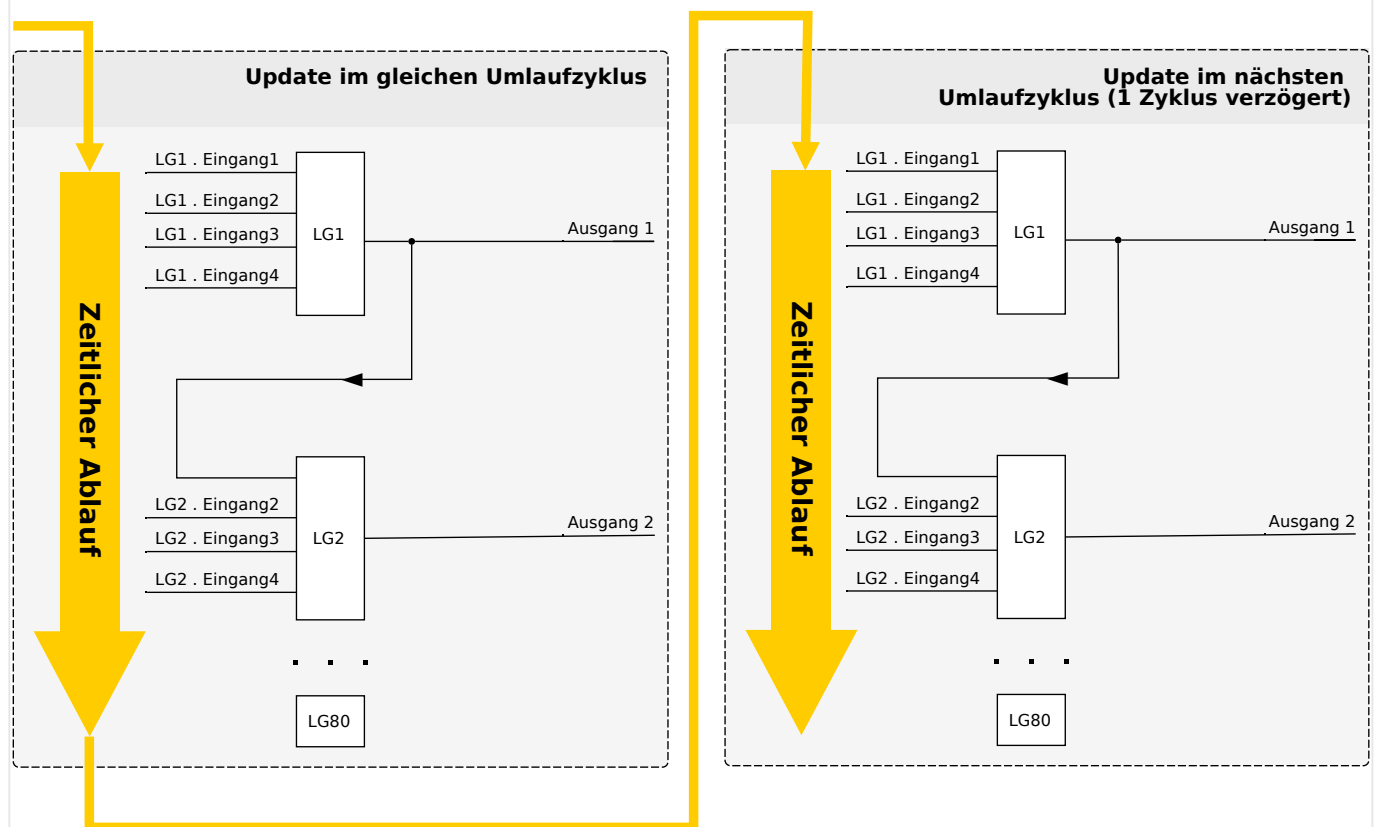
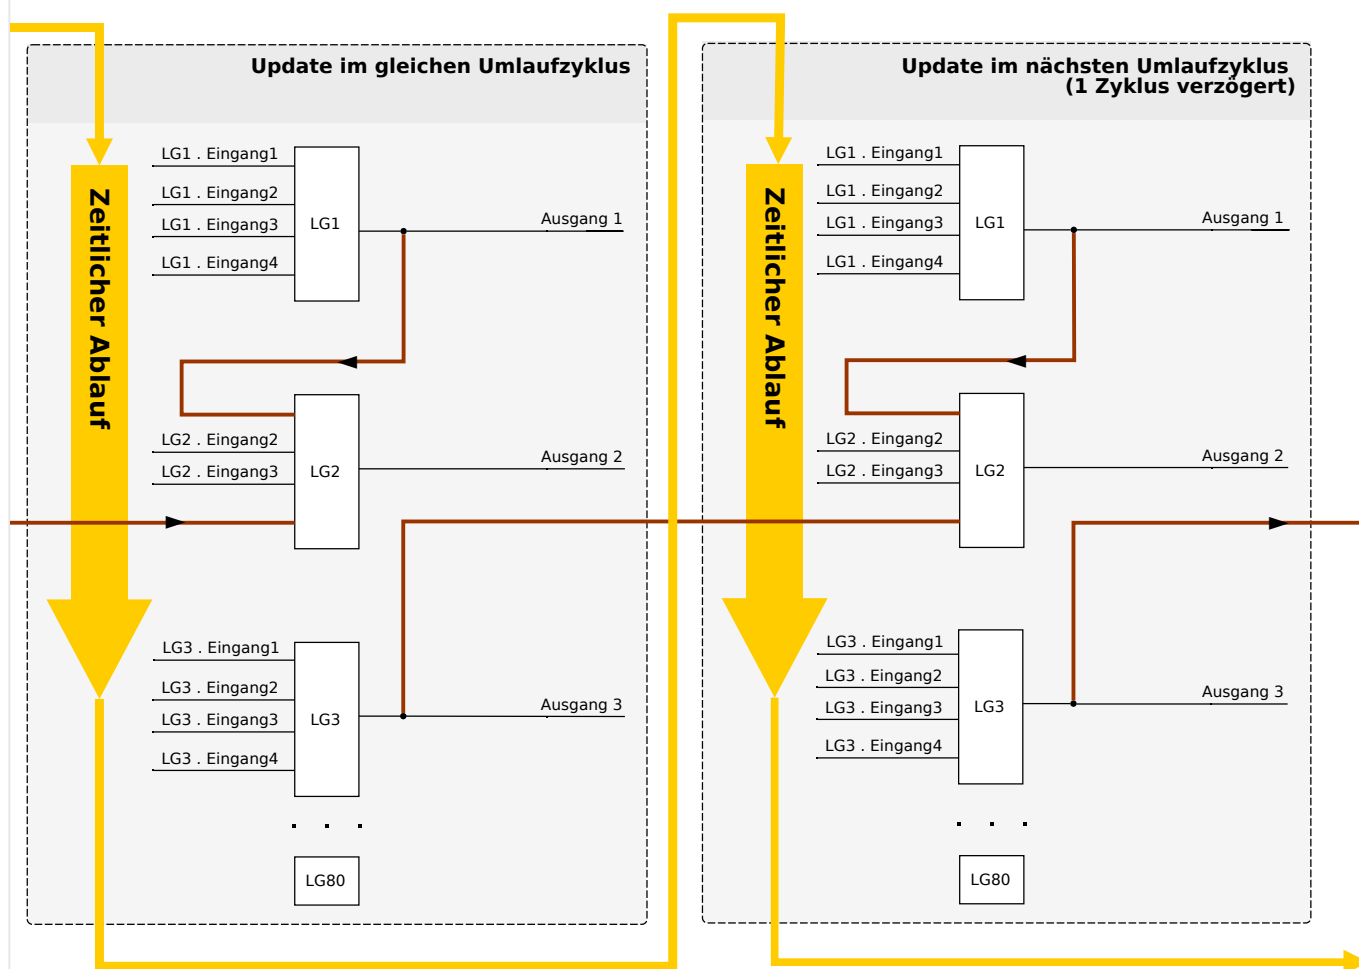

Abb. 175: Kaskadierung in aufsteigender Reihenfolge.
Abb. 176: Kaskadierung in absteigender Reihenfolge.
- Kaskadierung in **aufsteigender** Reihenfolge bedeutet, dass der Ausgang einer Logikgleichung auf den Eingang einer Logikgleichung mit **höherer** Nummer rangiert wird. Das Diagramm  Abb. 175 weiter unten zeigt ein Beispiel, bei dem der Ausgang von LG1 auf einen Eingang von LG2 rangiert wird.
- Kaskadierung in **absteigender** Reihenfolge bedeutet, dass der Ausgang einer Logikgleichung auf den Eingang einer Logikgleichung mit **niedrigerer** Nummer rangiert wird. Das Diagramm  Abb. 176 zeigt ein Beispiel, bei dem der Ausgang von LG3 auf einen Eingang von LG2 rangiert wird.
Bei der Konfiguration des Schutzgerätes bestehen keinerlei Einschränkungen oder Unterschiede zwischen aufsteigender und absteigender Reihenfolge. Da allerdings während der Laufzeit des MCDLV4 die Logikgleichungen in aufsteigender Reihenfolge ausgewertet werden, haben die resultierenden Ausgangswerte, die am Eingang der Logikgleichung anstehen, ein unterschiedliches „Alter“, wie in  Abb. 175 und  Abb. 176 veranschaulicht wird.
Das in Abb. 176 gezeigte Beispiel zeigt eine Konfiguration von „Logikgleichung 2“, die den Ausgang von zwei weiteren Logikgleichungen, „Logikgleichung 1“ und „Logikgleichung 3“, als Eingangszustände verwendet. Hierbei ist der Ausgang von „Logikgleichung 1“ in aufsteigender Reihenfolge verwendet, sodass der Wert in jeweils demselben Prozesszyklus ermittelt wird. Der Ausgang von „Logikgleichung 3“ wird in absteigender Reihenfolge verwendet, sodass der Wert in dem jeweils vorherigen Prozesszyklus ermittelt wurde.